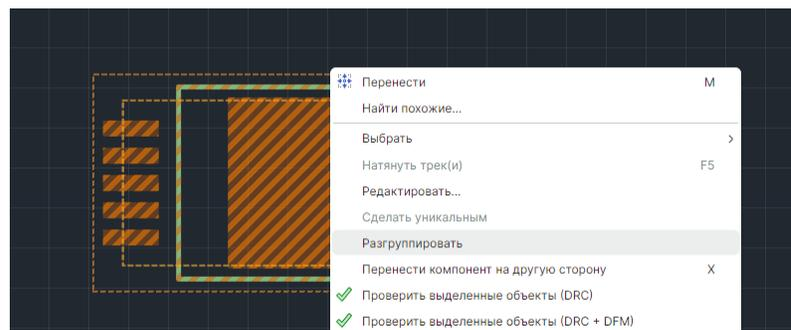

Рис. 159 Создание разгруппированного посадочного места
2. В контекстном меню выберите команду «Разгруппировать», см. Рис. 159.